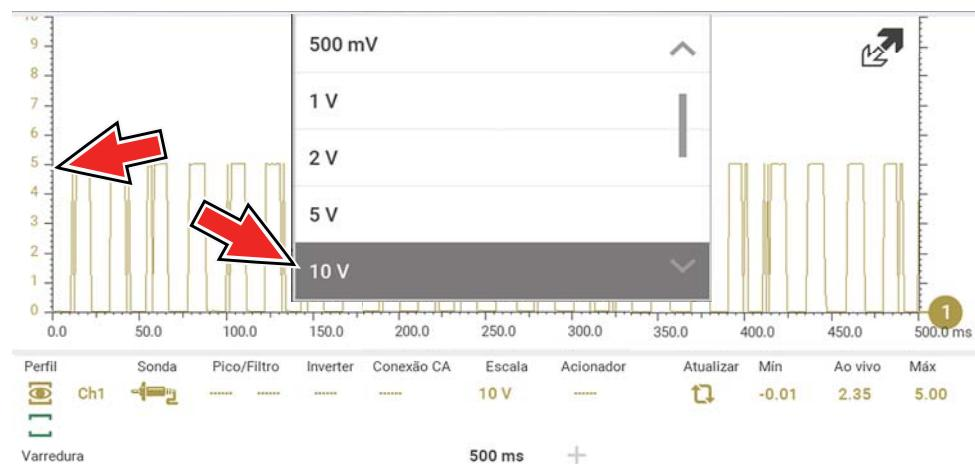

Figura 10-29
**Exemplo (Figura 10-29):** A seleção de 10 V altera a escala vertical para uma escala de volts de 10 V. A escala vertical é “sempre” dividida por dez, portanto, cada divisão é incrementada por 1 V.